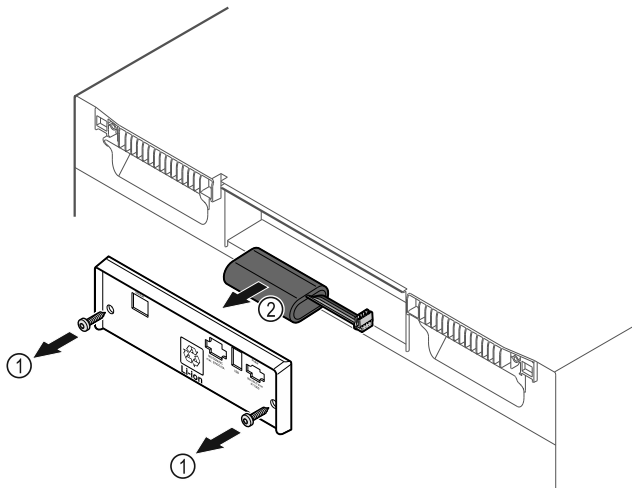

Fig. 186
- ▶ Ξεβιδώστε τις βίδες και αφαιρέστε το κάλυμμα στην πίσω πλευρά της συσκευής Fig. 186 (1).
- ▶ Αποσυνδέστε και τραβήξτε έξω την μπαταρία Fig. 186 (2).